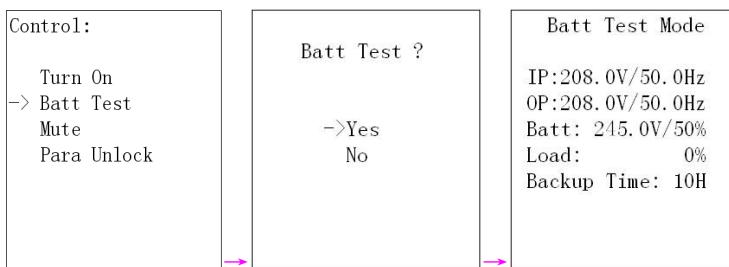

Рисунок 15 – Включение тестирования батареи ИБП
- **«Bat Test» - Запуск батарейного теста.** Установите курсор дисплея напротив пункта «Batt Test» и нажмите кнопку «ON/ENTER». В появившемся окне выберите значение «Yes» и повторно нажмите кнопку «ON/ENTER». ИБП перейдет в автономный режим работы на период времени 10 с, а затем в текущий режим работы (рисунок 15). После завершения батарейного теста на LCD-дисплее отобразится главная страница.